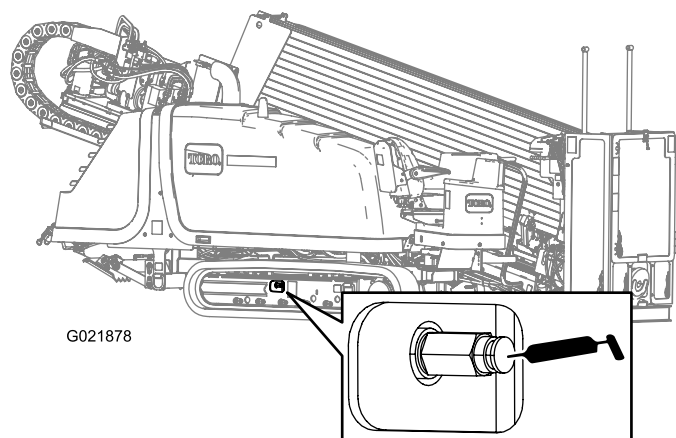

Рисунок 135
2. Удалите грязь и мусор вокруг клапана консистентной смазки для натяжения гусениц (Рисунок 135).
4. Заправьте консистентную смазку в масленку, пока натяжение не достигнет 22,063 кПа (3200 фунтов на кв. дюйм [220,63 бар]), как показано на Рисунок 135.
4. Поверните клапан консистентной смазки для натяжения гусеницы в направлении против часовой стрелки **не более чем на 1 оборот** (Рисунок 135).